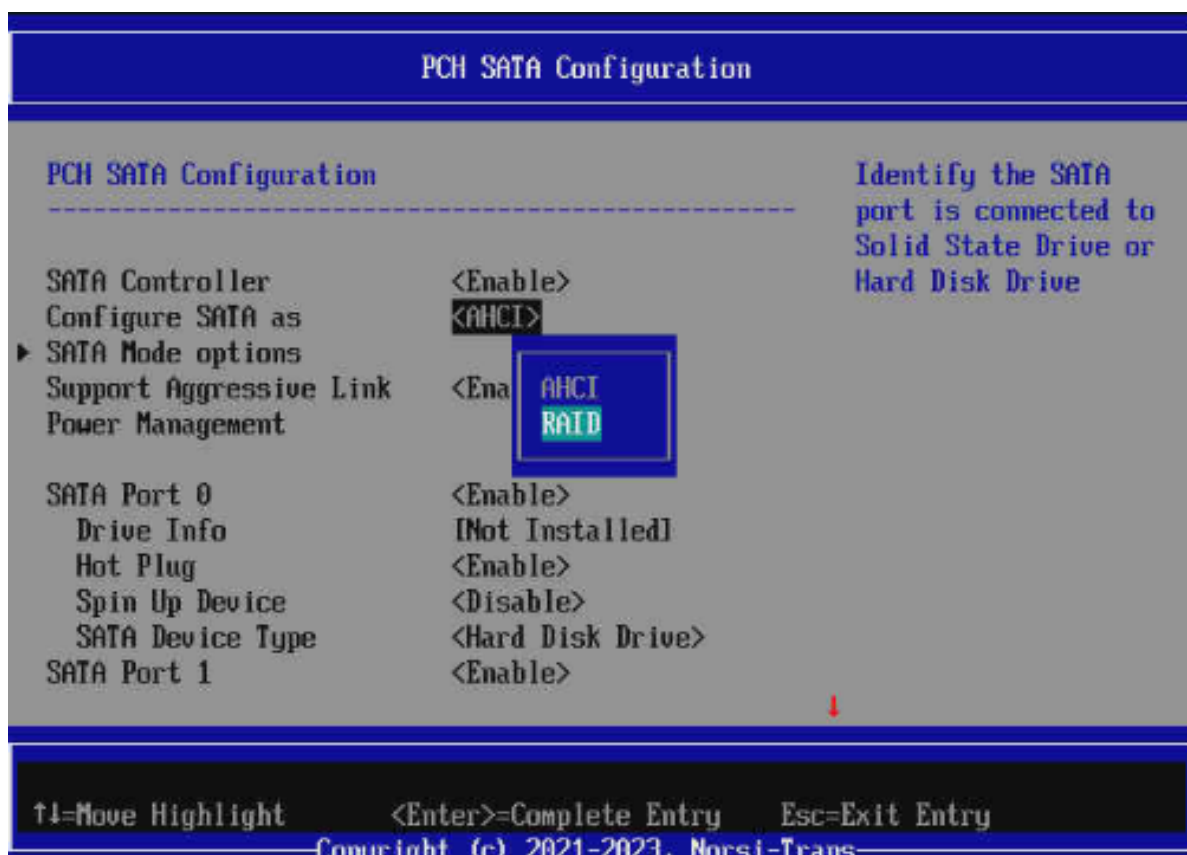

Рис. 71. Меню PCH SATA Configuration
- 2) Перейдите во вкладку «PCH SATA Configuration» и 3. Переключаем режим «AHCI» на «RAID» в пункте «Configuration SATA as...». Окно показано на рис. 71 Меню PCH SATA Configuration.